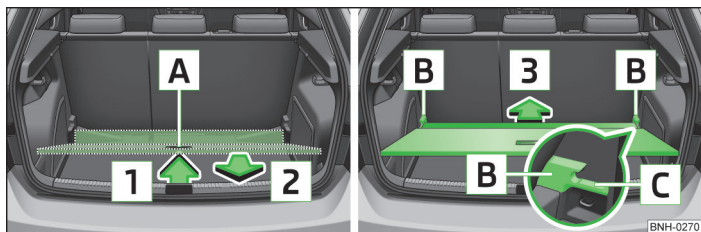

Fig. 68 Reglarea podelei variabile în poziția superioară
- Prindeți podeaua variabilă de mânerul **A** » fig. 68.